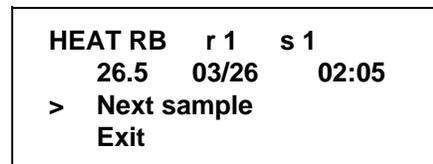

图 235
按 CALIBRATION 键  以进入最终温度区，右侧冷冻缸 (RB)。(见图 235。)